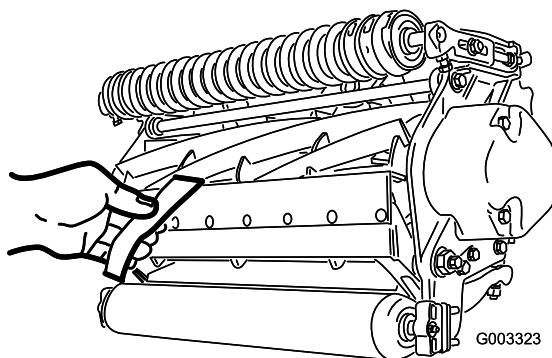

Figura 13
10. Verificate le prestazioni di taglio inserendo una lunga striscia di carta di verifica del taglio (n. cat. Toro 125-5610) tra il cilindro e la controlama, perpendicolarmente alla controlama (Figura 13). Ruotate lentamente il cilindro in avanti; questa operazione dovrebbe tagliare la carta.